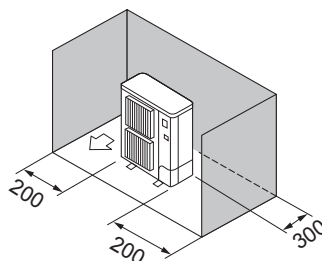

Fig. 2-5
- ③ Enbart hinder på baksidan och sidorna (Fig. 2-5)